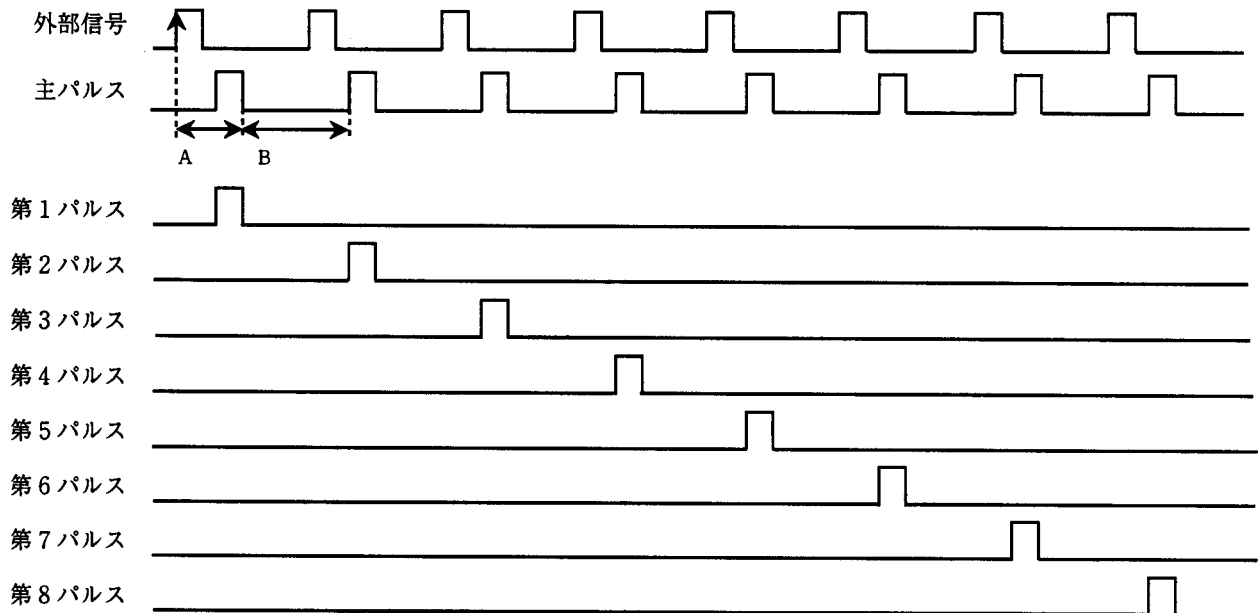

図1 点火信号出力
- (1) 図1に示すように外部信号の立ち上がりに同期して主パルスを出します。このパルスをAPCで制御し、複数の端子からパルスを出します。パルスのA期間及びB期間は内部クロックカウント値を設定します。
- (2) A期間及びB期間は以下に示す範囲で可変できます。